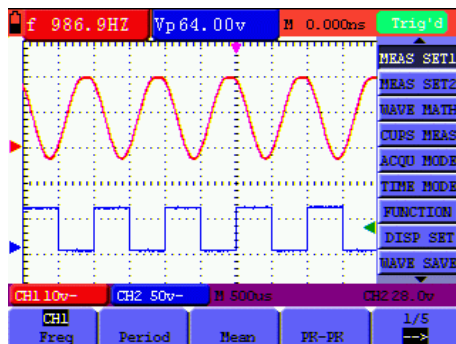

Figura 23.-: Medidas automáticas.
5. Pulse la tecla **F4** para seleccionar la medida de pico a pico (Vpp) de **CH2**. La ventana de la Medida 2 en la pantalla se vuelve azul y muestra el valor de pico a pico de CH2. (Ver Figura 23).